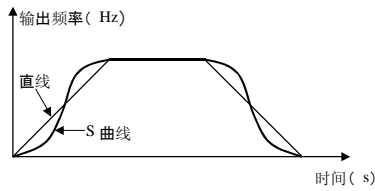

图 5-9 变频器的加、减速曲线
**1: S 曲线。**S 曲线加、减速主要是为在加、减速时需要减缓噪声与振动、减小起停冲击的负载而提供的。如图 5-9 所示。